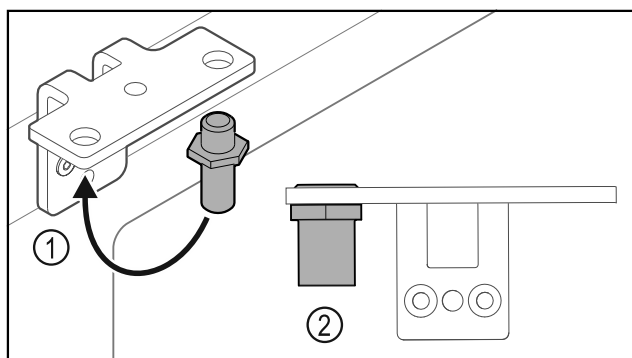

Fig. 35
- Ktheni bulonin Fig. 35 (1) në profilin e menteshës në anën tjetër.
- Shtrëngoni bulonin Fig. 35 (2) me **momentin e rrotullimit prej 12 Nm.**